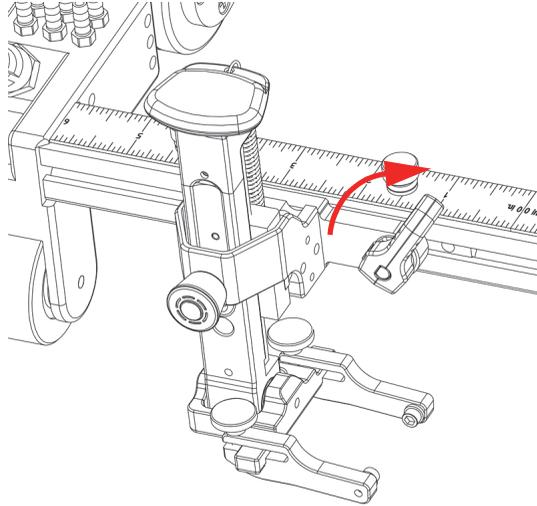

図 2-13 所定の位置に固定されたプローブホルダー
4. ポジションレバーを時計回りに回して、プローブホルダーを所定の位置にロックします (43 ページの図 2-13)。